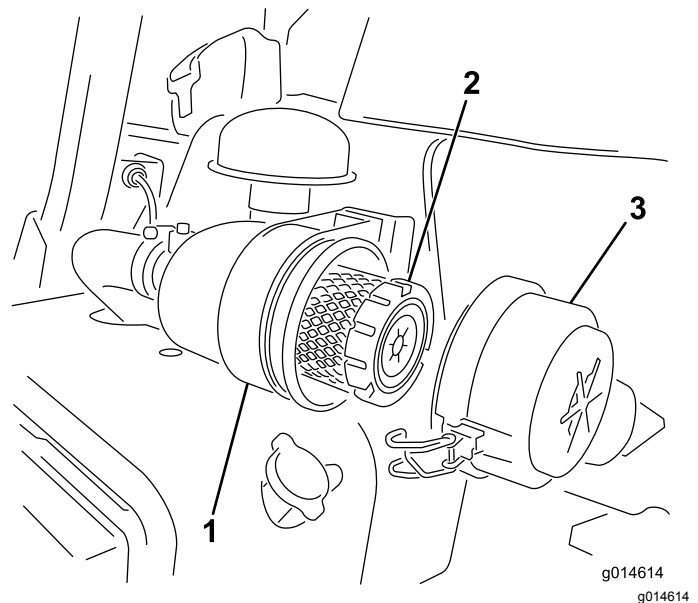

Figura 23
1. Abra los enganches que sujetan la tapa del limpiador de aire a la carcasa del limpiador de aire (Figura 23).
7. Cierre los enganches (Figura 23).